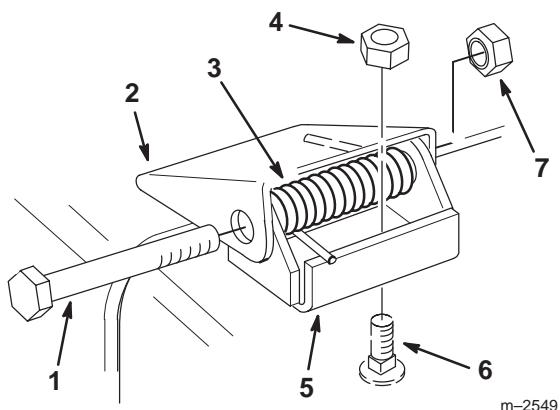

Figure 34
1. Enlevez les contre-écrous, les boulons et les ressorts qui fixent les montants du déflecteur aux supports de pivot (Fig. 34).
2. Si vous devez remplacer les supports de pivot, enlevez les boulons de carrossier et les contre-écrous coniques qui les fixent en haut de l'ouverture de l'éjecteur, puis montez les supports de rechange. Veillez à bien placez les têtes des boulons à l'intérieur du plateau de coupe (Fig. 34).
3. Fixez les montants du déflecteur entre les supports de pivot à l'aide des boulons, des ressorts et des contre-écrous. Veillez à bien placer les extrémités droites des ressorts entre les montants du déflecteur et le déflecteur (Fig. 34).
4. Vissez les contre-écrous jusqu'à ce qu'ils touchent les supports de pivot (Fig. 34).